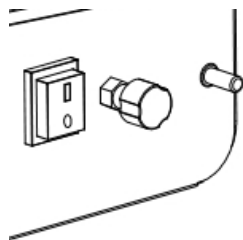

Figura 3
- f. Ajuste la llama y la potencia girando el mando de control en el sentido contrario a las agujas del reloj para aumentar el nivel o en el sentido de las agujas del reloj para disminuirlo (figura 3).